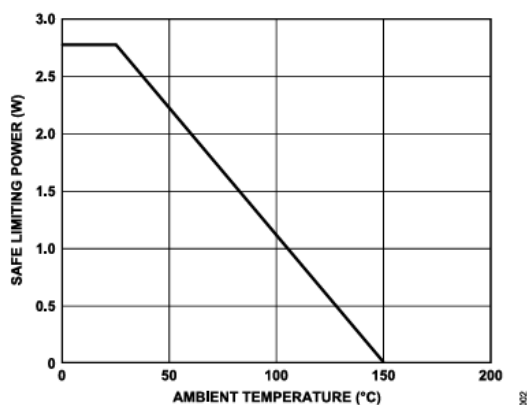

図2. 熱ディレーティング曲線、DIN EN 60747-5-2による安全限界値のケース温度に対する依存性
Safety Limiting Values	故障発生時に許容される最大値 (図2参照)
- 様々な温度に対する最大定格電流値については、**図2**を参照してください。